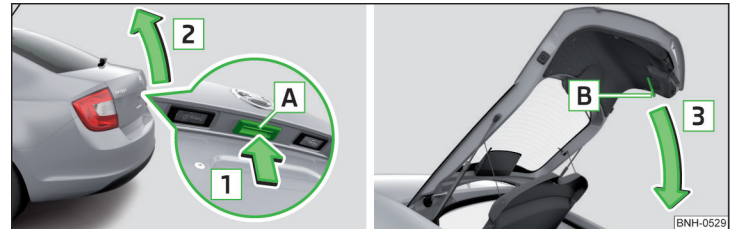

Abb. 49 **Gepäckraumklappe öffnen/schließen**
- ▶ Zum **Öffnen** die Taste  in Pfeilrichtung  drücken » Abb. 49.
Die Taste  » Abb. 49 wird beim Anfahren bzw. ab einer Geschwindigkeit von mehr als 5 km/h deaktiviert. Nach dem Anhalten und Öffnen einer Tür wird die Taste wieder aktiviert.